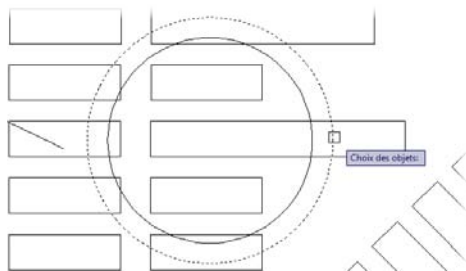

Figure 3.123
1. Activez l'outil *Ajuster*, choisissez l'objet (ici, le cercle) puis validez (voir Figure 3.123).